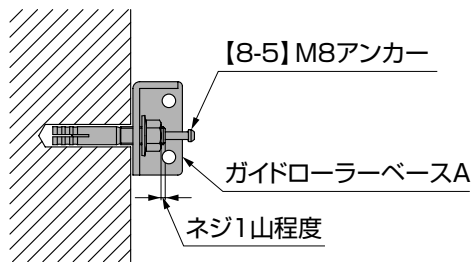

図4-4
- アンカーはネジ部が1山見えるくらいの位置までナットをねじ込んだ状態で芯棒を叩き込んでください。(図4-4参照)